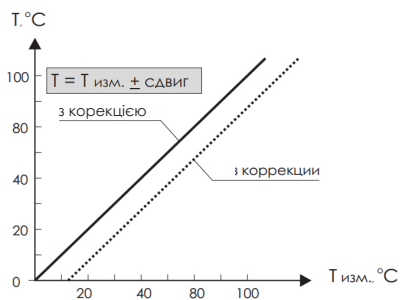
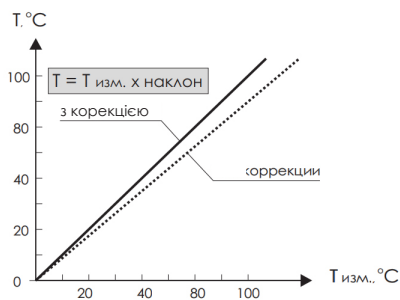

Рис. 1
Рис. 2
- **Компенсация погрешности датчиков** (рис. 1 и рис.2) позволяет уменьшить влияние погрешностей первичного средства измерения (датчика) и погрешностей, вносимых соединительной линией. Пользователь может сдвигать характеристику и изменять ее наклон с целью максимально приблизить ее к эталонной (стандартной).